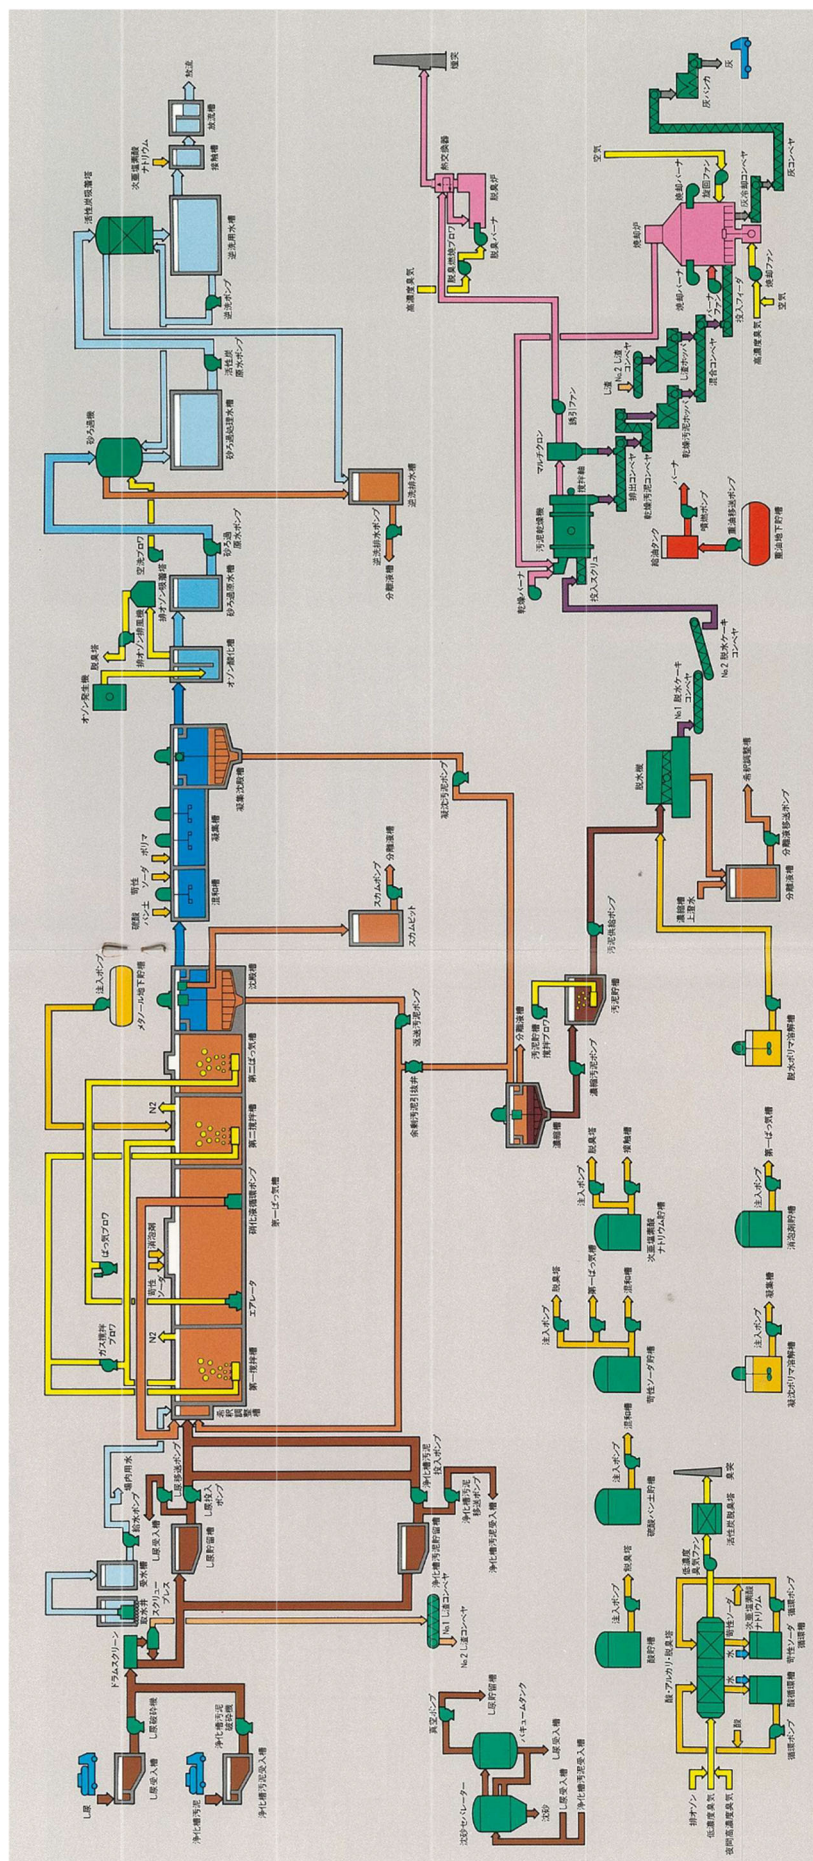
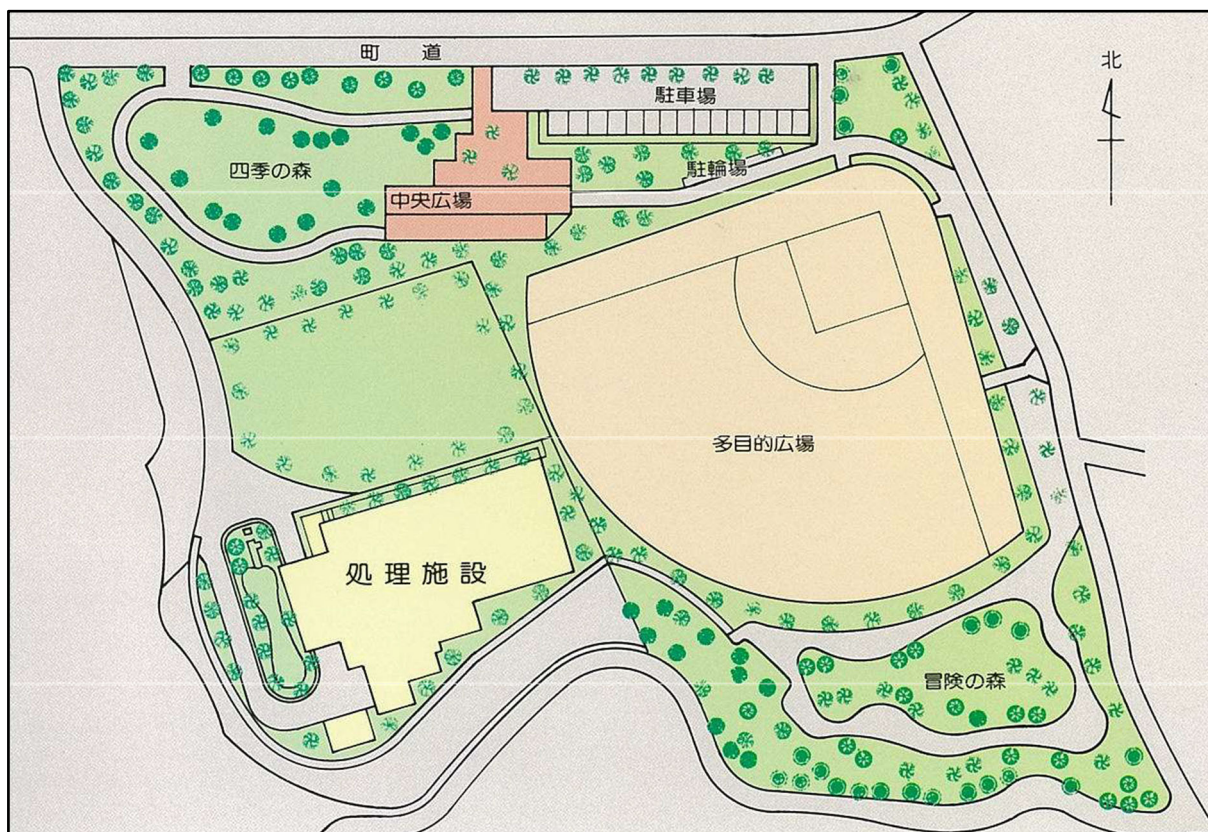

図 2-1-1 処理工程図
図 2-1-2 施設配置図
現施設の概要は表 2-1-1、処理工程図は図 2-1-1、施設配置図は図 2-1-2 に示すとおりである。
10) 処理工程	図 2-1-1 参照